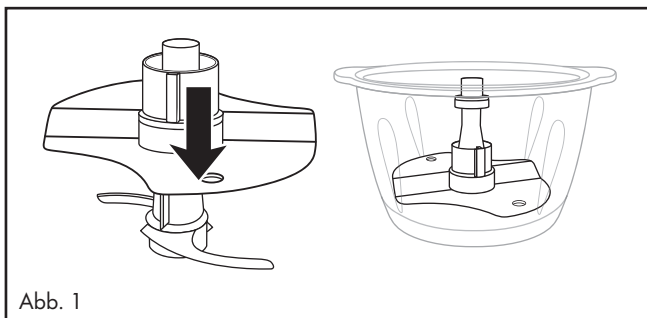

Abb. 1
- Um 200 - 400 ml Sahne zu schlagen, stecken Sie die Emulgierscheibe **12** so auf den Messerhalter **7**, dass die Emulgierscheibe **12** auf beiden Teilen des Messers **8** aufliegt und einrastet (Abb. 1):